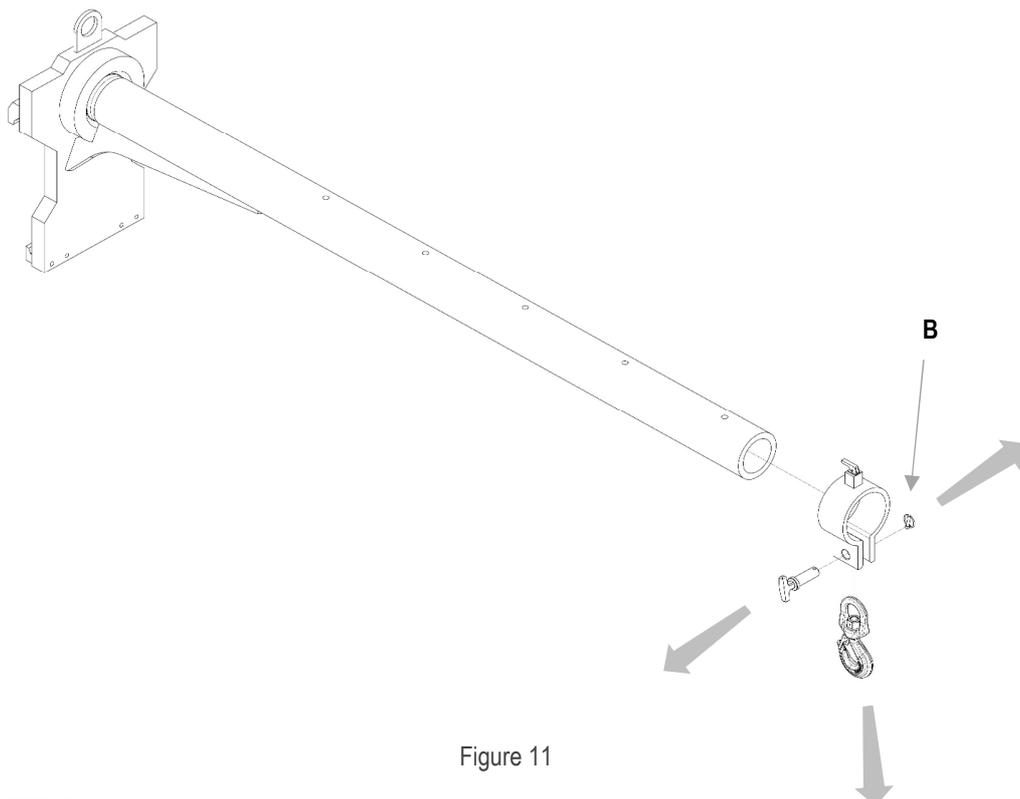

Figure 11
3. Retirer la goupille de sécurité à dé clic (B), retirer la goupille et retirer le crochet (Figure 11)